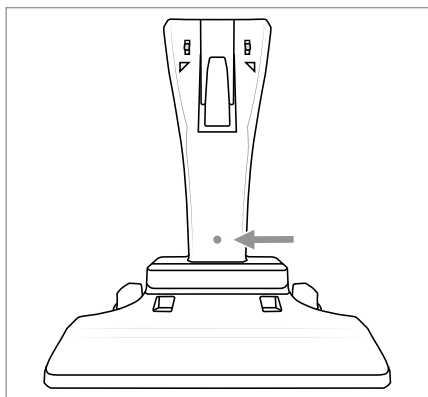

Fig. 1
- 1) Utilice el orificio del soporte para el aparato 22 para marcar el taladro en la pared (fig. 1).
- 4) Coloque el tornillo 26 en el orificio del soporte para el aparato 22 (fig. 1) y atorníllelo en el taco 27 con un destornillador de estrella.